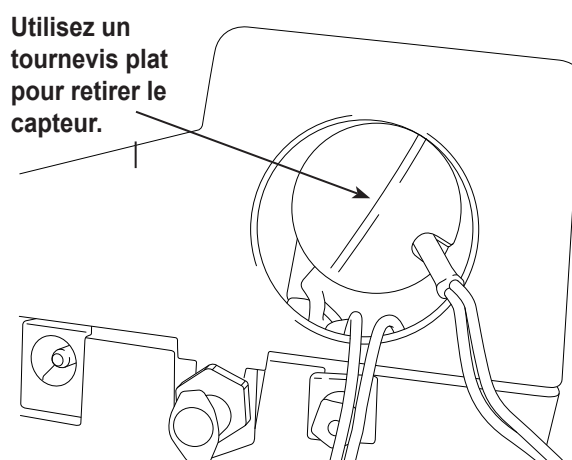

Figure 13
7. Mettez le couvercle et le faisceau de câblage sur le côté. Maintenez le conducteur du capteur et utilisez un tournevis plat pour dévisser et retirer le capteur d'oxygène. Voir Figure 13.